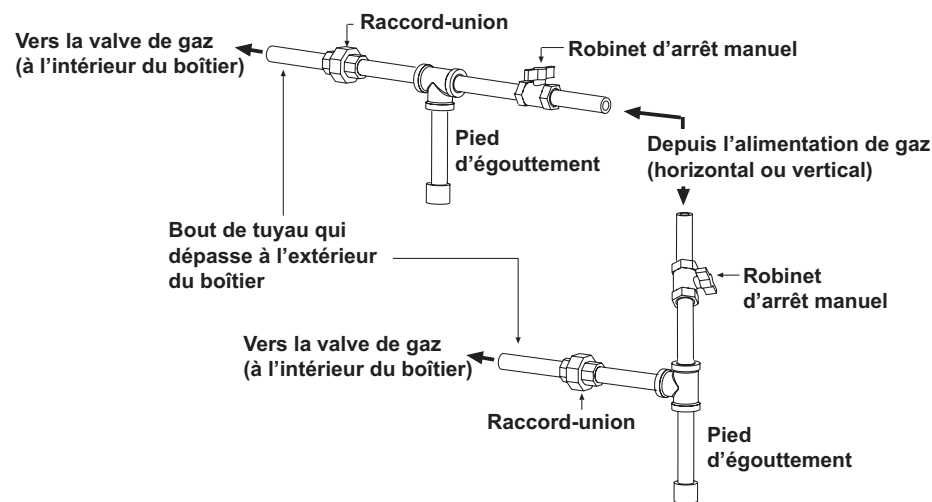

Figure 8. Raccordements de gaz
- Installez un raccord à joint rodé et une valve d'arrêt manuelle (voir Figure 8) en amont du système de commande de l'appareil.
- Le branchement bouché de 1/8 pouce dans la valve d'arrêt à la Figure 8 permet un branchement pour l'essai de pression du conduit d'alimentation.
- Le *National Fuel Gas Code* requiert l'installation d'un piège avec un point de purge de 3 pouces (minimum) (voir Figure 8). Les codes locaux peuvent exiger un point de purge de plus de 3 pouces (typiquement 6 pouces). Pour permettre le démontage du brûleur, ce pied d'égouttement doit dépasser du bord de l'appareil de chauffage.
- Le branchement du gaz est effectué au bout du tuyau qui dépasse du boîtier, comme montré dans la **Figure 8**. Les tailles des branchements de gaz sont données au **Tableau 11**.